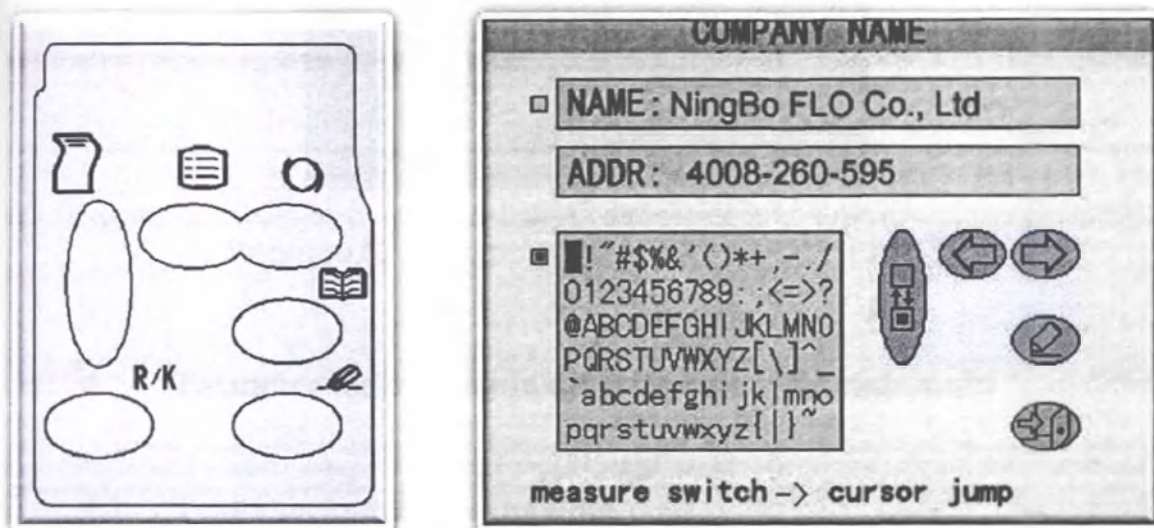

Рисунок 61 – Интерфейс ввода имени компании - справа, кнопки внешней панели управления - слева
- Нажмите кнопку  внешней панели управления, чтобы перейти в интерфейс ввода имени компании (рисунок 61).